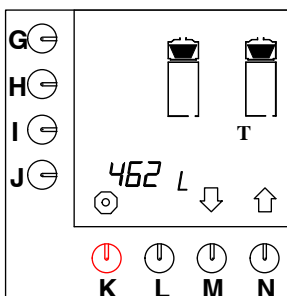

Fig. 38 Telfunksjonen totalt for kaffetraktesystemet
- Trykk på valgtasten (N.)↑ inntil fig.38 vises på displayet.